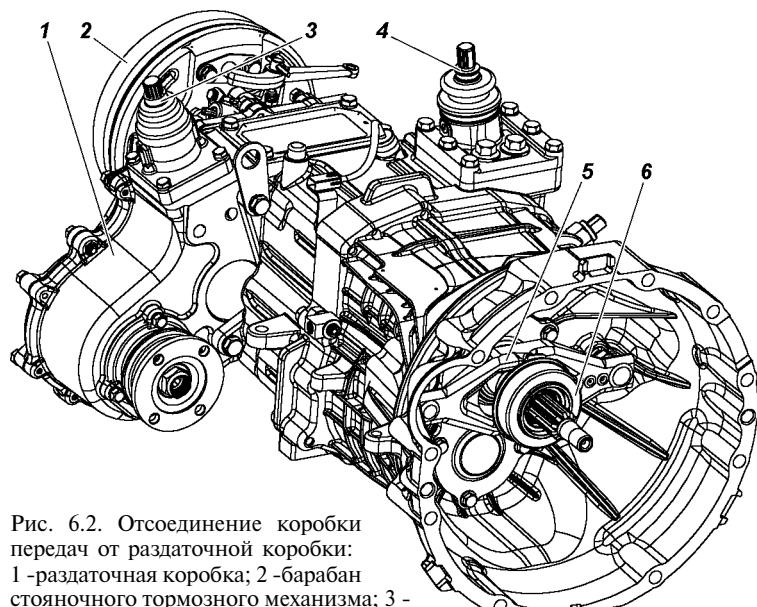

Рис. 6.2. Отсоединение коробки передач от раздаточной коробки:
1. Установите агрегат вертикально на барабан 2 (рис.6.2) стояночного тормозного механизма.